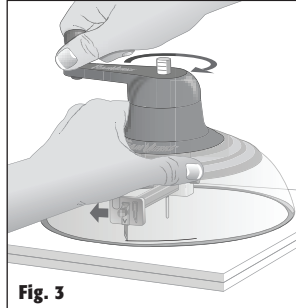

Fig. 3
- 3 Position the centering pin on the desired location. Grip the Circle Cutter with one hand on the **Hand Grip Ridges**, the other hand on the **Cutting Knob**. Turn the **Cutting Handle** clockwise in a continuous motion (**Fig. 3**). The **Board Depth Pin** will lower the same depth as the blade progressing through the board. You will feel additional resistance as the blade reaches the scrap foamboard under your work. Your circle cut is now complete.
- Positionner la broche de centrage à l'endroit désiré. Saisir la scie cloche avec une main placée sur les rainures de prise en main et l'autre placée sur le pommeau de découpe. Faire tourner la poignée de découpe dans le sens des aiguilles d'une montre en appliquant un mouvement continu (Figure 3). La broche de profondeur de plaque atteindra une profondeur identique à celle de la lame lors de la progression de la lame dans la plaque. Une résistance plus importante est ressentie lorsque la lame touche la chute de plaque en mousse placée sous la découpe. La découpe circulaire est à présent terminée.